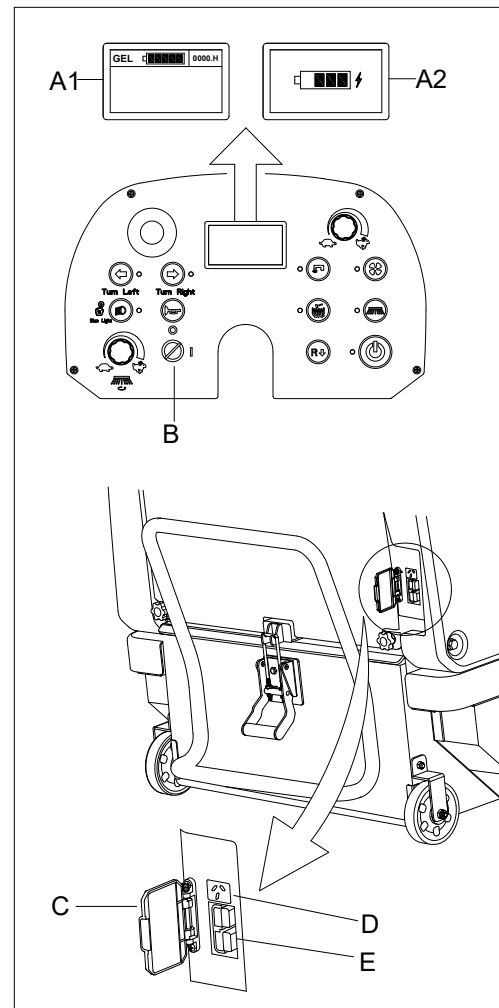

Abb. 18
2. Drehen Sie den Zündschlüssel (B, Abb. 18) auf „O“.
4. Öffnen Sie die Schutzabdeckung (C, Abb. 18). Schließen Sie den externen Stecker des Ladegeräts (E, Abb. 18) am Anschluss an der Maschine an. Sobald das externe Ladegerät an der Maschine angeschlossen ist, werden alle Gerätefunktionen automatisch außer Betrieb gesetzt.
8. Stecken Sie den Zündschlüssel (B, Abb. 18) ein und schalten Sie ihn auf „I“. Prüfen Sie den Akkustand auf dem Multifunktionsdisplay (A1, Abb. 18).
9. Öffnen Sie die Schutzabdeckung (C, Abb. 18). Schließen Sie das Netzkabel am Stecker des integrierten Ladegeräts (D, Abb. 18) an der Maschine an und stecken Sie das andere Ende des Netzkabels in die Steckdose.
10. Der Ladezustand kann auf dem Multifunktionsdisplay überprüft werden (A2, Abb. 18).
13. Stecken Sie den Zündschlüssel (B, Abb. 18) ein und schalten Sie ihn auf „I“. Prüfen Sie den Akkustand auf dem Multifunktionsdisplay (A1, Abb. 18).